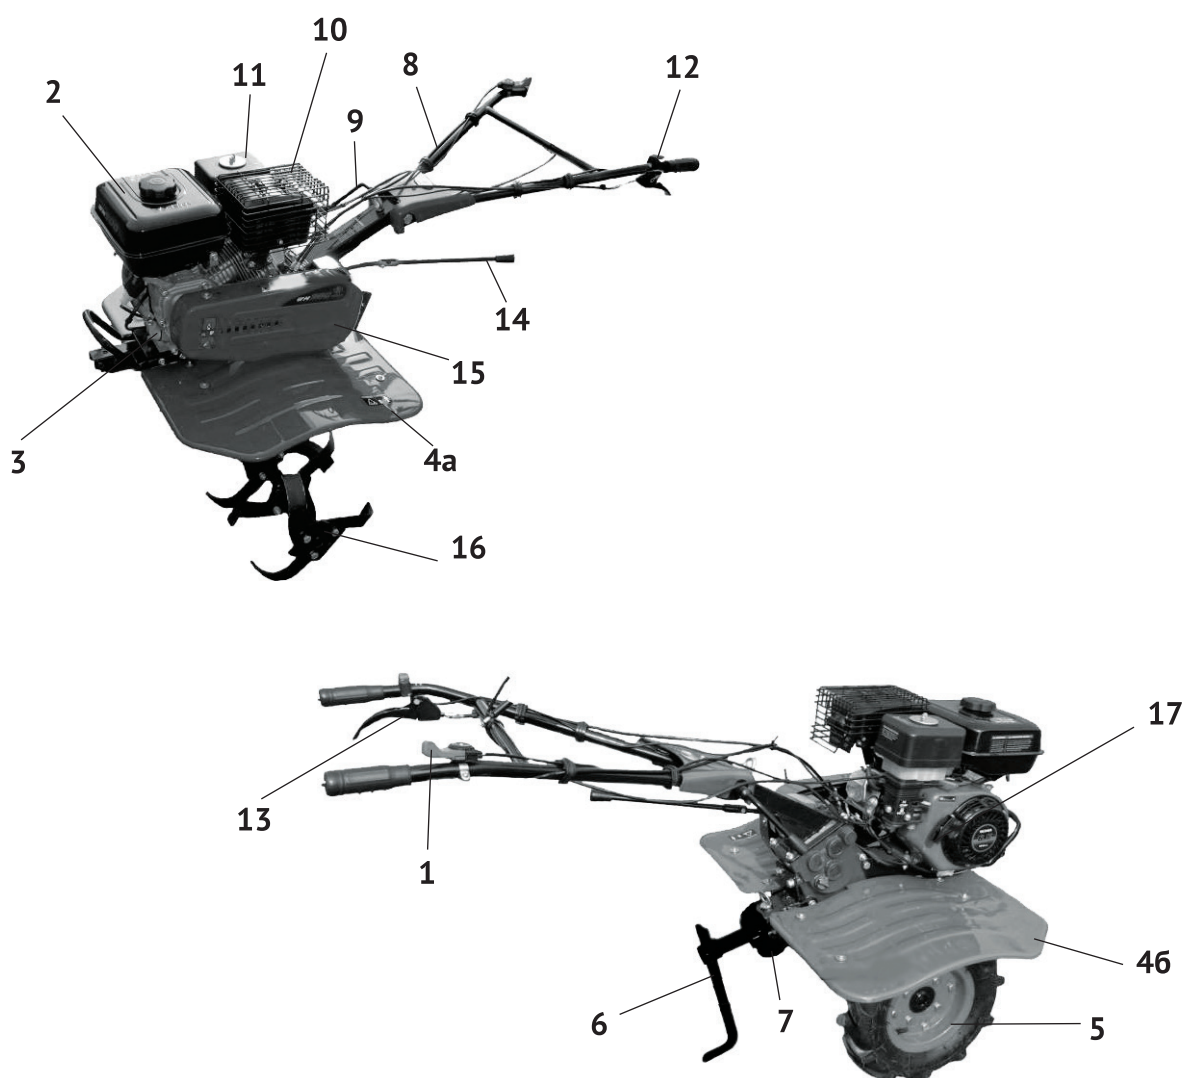

рис. 1
2.4 Общий вид культиватора представлен на рис.1
- совместить крепёжные отверстия в нижних частях рукояток управления (рис.1 поз.8) с отверстием кронштейна культиватора;
- зафиксировать в удобном по высоте положении (на уровне талии) рычагом (рис.1 поз.9).
- раскрутить винтовое соединение рычага управления дроссельной заслонкой (рис.1 поз.1);
- прикрепить трос управления дроссельной заслонкой (рис.1 поз.1) так, чтобы он располагался сверху;
- раскрутить винтовое соединение рычага сцепления (рис.1 поз.13);
**Внимание!** Установку и первоначальную регулировку тросов сцепления (рис.1 поз.13) и управления дроссельной заслонкой (рис.1 поз.1) рекомендуется провести в сервисном центре или доверить квалифицированному специалисту.
Регулировка осуществляется изменением положения сошника - регулятора глубины вспашки (рис.1 поз.6), крепящемся в сцепном устройстве (рис.1 поз.7):
Выкрутите пробку-щуп (рис.1 поз.3) из маслозаливной горловины и залейте в картер масло необходимой марки до нижнего края горловины, как показано на рис.5. Вставьте сухой чистый щуп в горловину картера и выньте его. Проверьте уровень масла: граница смоченной области щупа должна располагаться между отметками минимального и максимального уровней.
Открутите крышку топливного бака (рис.1 поз.2). Заливайте бензин в топливный бак не более чем на 1 см ниже уровня основания заливной горловины. Перед запуском двигателя тщательно протрите крышку бензобака, удалив возможные при заправке брызги топлива.
Перед запуском убедитесь, что рычаг переключения передач в нейтральном положении. а сцепление выключено (рычаг рис.1 поз.13 не нажат).
- резко, с усилием потяните рукоятку стартера (рис.1 поз.17) до упора, повторите действие ещё раз, если двигатель не завёлся.